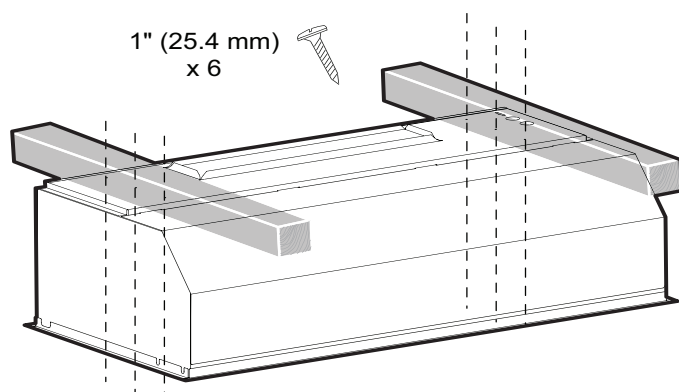

Figura 31: Tornillos laterales de los modelos VCIN
- c) Sujete las partes laterales del marco del armazón con seis (6) tornillos de montaje de 1 pulg. (25,4 mm) como se muestra en la *Figura 31*.